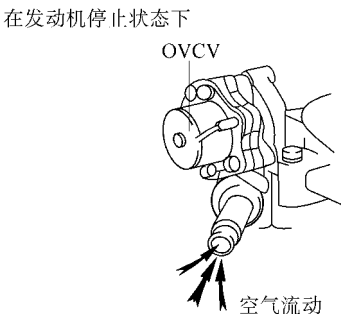

图 2-53 从化油器上脱开外部通气软管
1) 从化油器上脱开外部通气软管，将空气吹入通气管，检查 OVCV 是否开启，如图 2-53 所示。